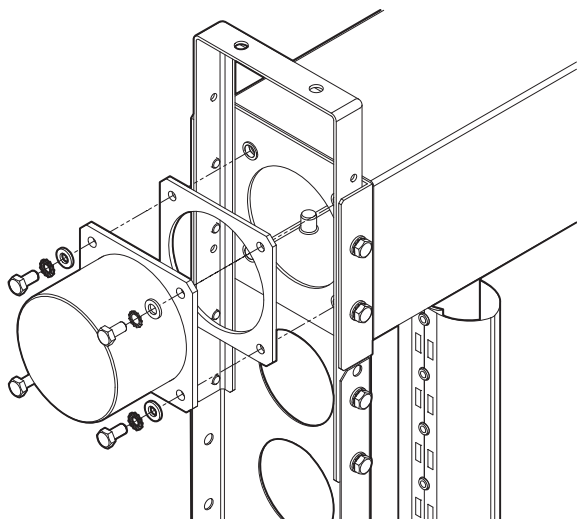

Fig. 2.b
- Fissare l'adattatore serrando le viti a 7-8 Nm (5-6 ft lb), utilizzando gli elementi di fissaggio forniti. (Fig.2.b) se si collega l'adattatore alla prolunga, usare gli elementi di fissaggio inclusi nel kit prolunga per collegare l'adattatore.